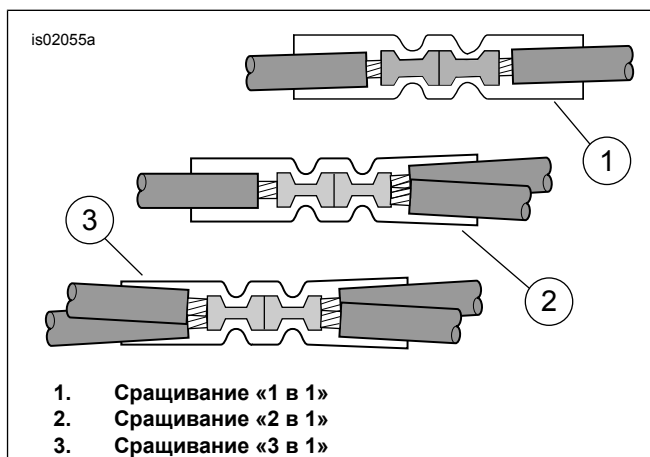

Рисунок 22. Конфигурации соединений внахлест
3. См. Рисунок 22. Конфигурация срачивания «2 в 1». Возьмите **красный** герметичный разъем соединений внахлест (см. Рисунок 34, пункт 4) из комплекта. Срастите черный провод передатчика системы дистанционного открывания дверей гаража с **черными** проводами фары. Подрежьте заднюю часть кожуха жгута проводов передатчика, чтобы облегчить срачивание.
- a. Срастите провода с концами герметичной крышки жгута проводов для электрических соединений (при необходимости). Если жгут проводов для электрических соединений был сращен при установке предыдущего дополнительного оборудования, обрежьте имеющиеся места срачивания. НЕ СНИМАЙТЕ герметичную крышку с КРАСНОГО провода. См. рис. 22. Для конфигураций с множеством срачиваний.
- b. Срежьте колпачок с черного провода, зачистите его, обожмите и припаяйте к черному проводу жгута проводов из **данного** комплекта, используя дополнительный черный провод (10) из комплекта крепежа в качестве удлинителя.
4. См. Рисунок 22 . Конфигурация сращивания «2 в 1». Возьмите **красный** герметичный разъем соединений внахлест (см. Рисунок 34 , пункт 4) из комплекта. Срастите силовую кабель жгута проводов системы дистанционного открывания дверей гаража с оранжевым/белым проводами главного жгута проводов в соответствии с рекомендациями, указанными в приложении к руководству по техническому обслуживанию.